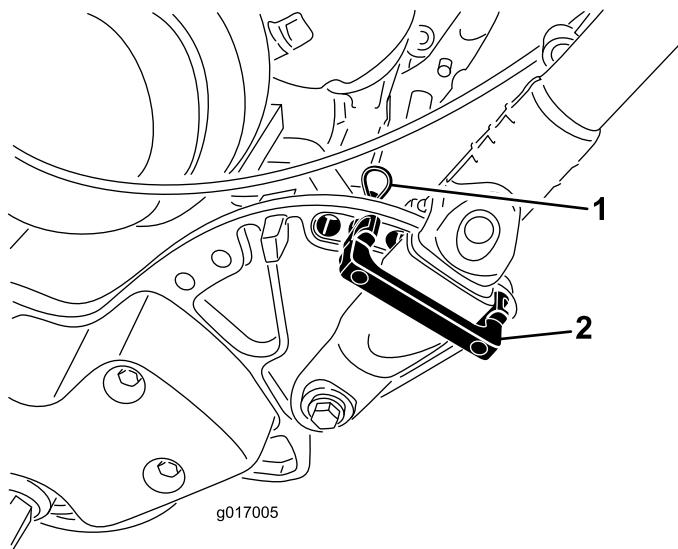

图6
1. 当撑住手柄时, 取下将手柄铁夹固定到侧板上的扎带 (图6)。
2. 将手柄旋转到需要的操作位置, 将手柄卡环插入手柄铁夹及侧板上相对应的孔 (图6)。
3. 使用发卡销将手柄铁夹固定到位 (图6)。